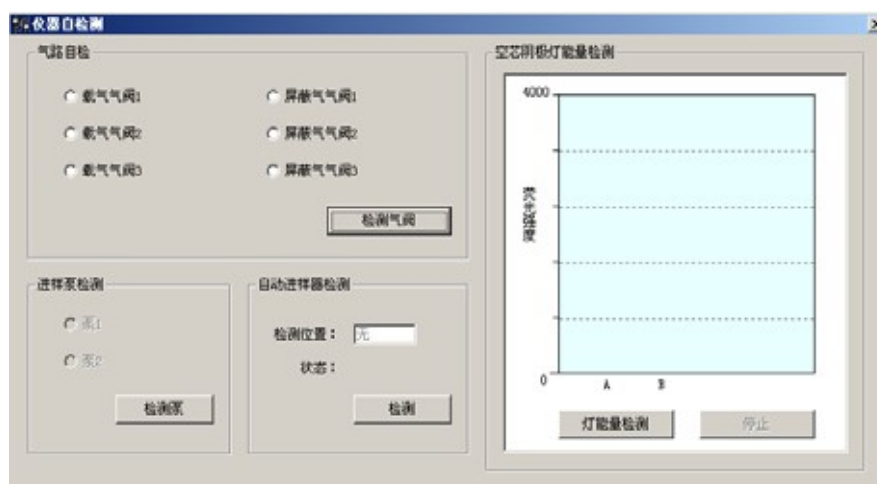

图2.20
仪器自检的项目包括对载气和屏蔽气电磁阀及其控制电路的检测、空心阴极灯灯能量及控制电路的检测、断续流动电路系统的检测、以及对配有自动进样器的仪器进行自动进样器走位和相关控制电路的检测。在方法条件画面中点击“仪器自检”按钮，或是在“仪器 (I)”菜单中选择“仪器自检”项，都可以弹出“仪器自检测”对话框，如下图2.20所示：
在上图2.20中选择“检测气阀”按钮，软件开始自动对载气和屏